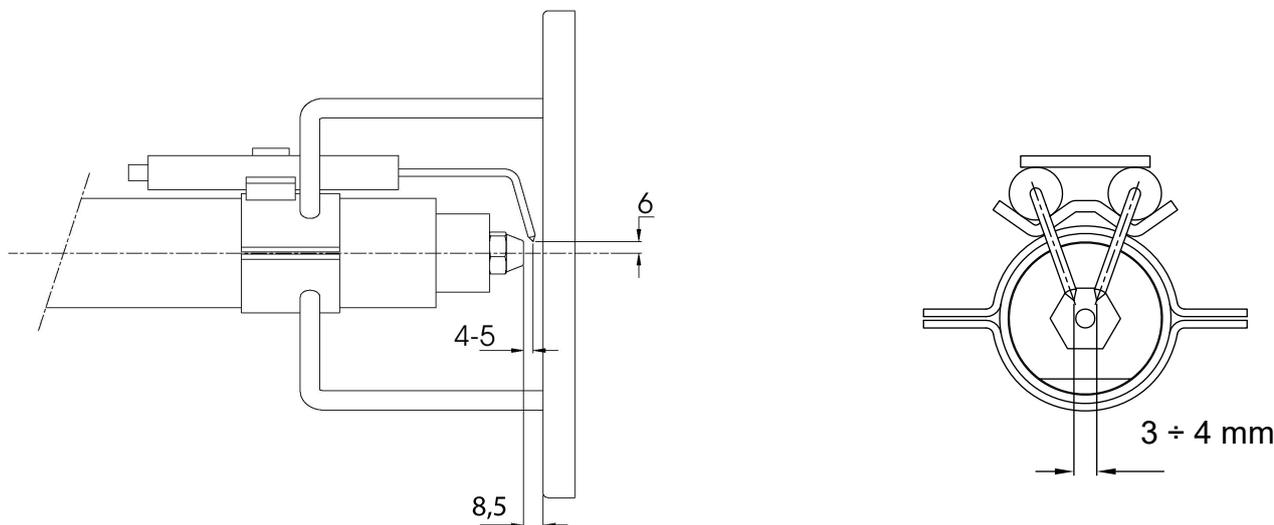

Рис. 21
В целях обеспечения хорошего процесса горения, необходимо, чтобы были выдержаны размеры, указанные в Рис. 21. Перед тем, как вновь устанавливать головку сгорания на место, необходимо убедиться в том, что стопорный винт группы электродов хорошо затянут.
- 5) вынуть электрод и заменить его, выдерживая размеры, указанные на Рис. 21.